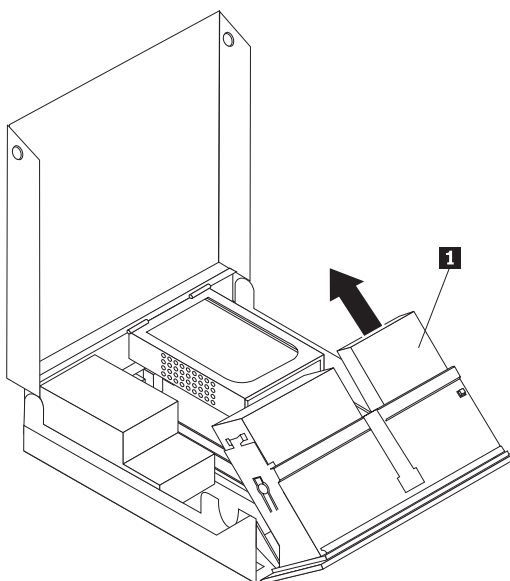

Рисунок 29. Как снять дискковод для дискет
4. Вытащите дискковод из отсека для дисководов. Смотрите рис. 29.